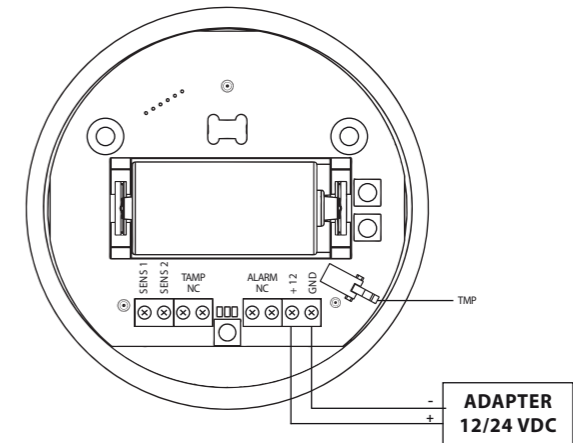

Abbildung 2 - Anschließen des Sensors zu Feststrom
- 5) Soll das Gerät mit Feststrom betrieben werden, bohren Sie Löcher für Kabel am Gehäuse und schließen Sie es gemäß der Abbildung 2 an die Stromquelle an.
- 2) Schließen Sie das Gerät an die Stromquelle (12/24VDC) mittels der Anschlüsse +12 und GND (gemäß Abbildung 2) an
Der Fibaro Flood Sensor verlässt automatisch den Notbetrieb, wenn die Netzversorgung 12/24VDC an den Anschlüssen +12, GND (gemäß Abbildung 2) wiederhergestellt ist und das Gerät automatisch, durch einen festgestellten Flut-, Temperatur-, Neigungsalarm, oder manuell mit der TMP-Taste aufgeweckt wird.
Der Fibaro Flood Sensor kann bei standardgemäßer Konfiguration bis zu 2 Jahren mit einer Batterie arbeiten. Der aktuelle Ladezustand einer Batterie wird in der Konfigurationsschnittstelle des Controllers (Home Center 2) angezeigt. Ein rotes Batteriesymbol bedeutet, dass die Batterie zu wechseln ist. Um den Sabotagealarm beim Batteriewechsel nicht auszulösen, sind die Assoziation für die 2. Assoziationsgruppe zu löschen und die Standardeinstellungen bei Konfiguration der Sensorparameter wiederherzustellen. Das Gerät kann zudem mit Feststrom betrieben werden (12/24VDC – gemäß Abbildung 2) – bei dieser Konfiguration funktioniert die Batterie als Notstromquelle.